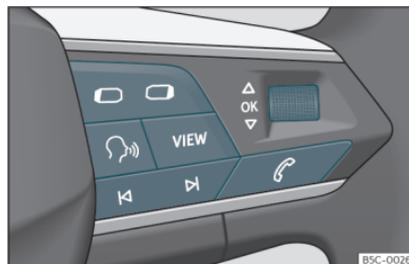

Fig. 56 Partie droite du volant multifonction : touches permettant d'utiliser les menus et les messages d'information du tableau de bord.
Lorsqu'un message d'avertissement de priorité 1»» page 76 s'affiche, aucun menu n'est accessible. Certaines alertes peuvent être confirmées et masquées en appuyant sur la touche **OK** du volant multifonction»» **fig. 56**.
- Si le système affiche un message ou le pictogramme d'un véhicule : appuyez sur la touche **OK**»» **fig. 56** plusieurs fois si nécessaire.
- Pour changer de menu, utilisez les touches **◀** ou **▶**»» **fig. 56**.
• Pour ouvrir le menu ou le message d'information affiché, appuyez sur la touche **OK** »» fig. 56 ou patientez quelques secondes jusqu'à ce que le menu ou le message d'information s'ouvre automatiquement.
- Dans le menu affiché, faites tourner la molette droite du volant multifonction »» fig. 56 jusqu'à ce que l'option de menu désirée soit sélectionnée. L'option s'affiche en surbrillance.
- Appuyez sur la touche **OK** »» fig. 56 pour réaliser les modifications désirées. Une marque indique l'activation de la fonction ou du système concerné.
Appuyez sur la touche **ESC** ou **ESC** »» fig. 56.